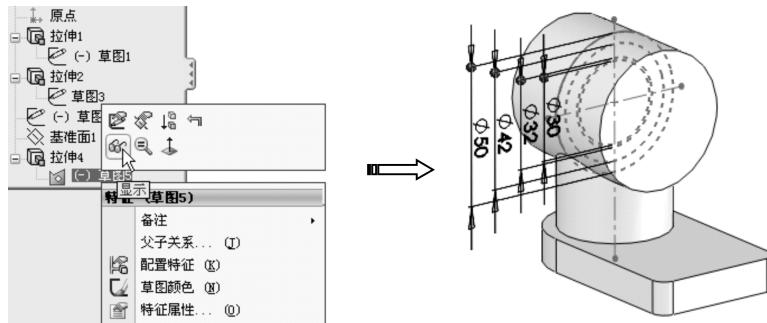

图 1-79 显示草图
- 07 在特征管理器设计树中将第 1 个拉伸特征的草图设为【显示】，图形区中显示草图，如图 1-79 所示。